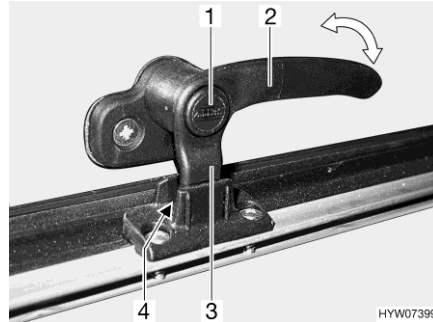
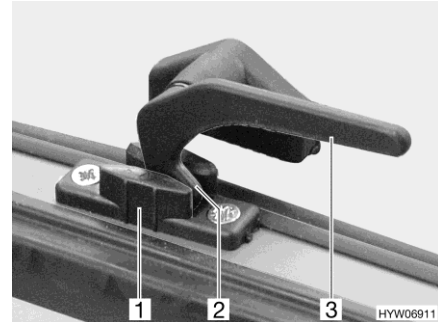

Bild 116 Verriegelungshebel mit Sicherungsknopf in Stellung "Dauerbelüftung"
Bild 117 Verriegelungshebel in Stellung "Dauerbelüftung"
- in Stellung "Dauerbelüftung" (Bild 116 und Bild 117)
- Wenn vorhanden, Sicherungsknopf (Bild 116,1) drücken und gedrückt halten.
- Alle Verriegelungshebel (Bild 116,2 oder Bild 117,3) eine viertel Umdrehung zur Haubenmitte hin drehen.
- Alle Verriegelungshebel wieder zurückdrehen. Die Verriegelungsnase (Bild 116,3 oder Bild 117,2) dabei in die Aussparung der Haubenverriegelung (Bild 116,4 oder Bild 117,1) einfahren.